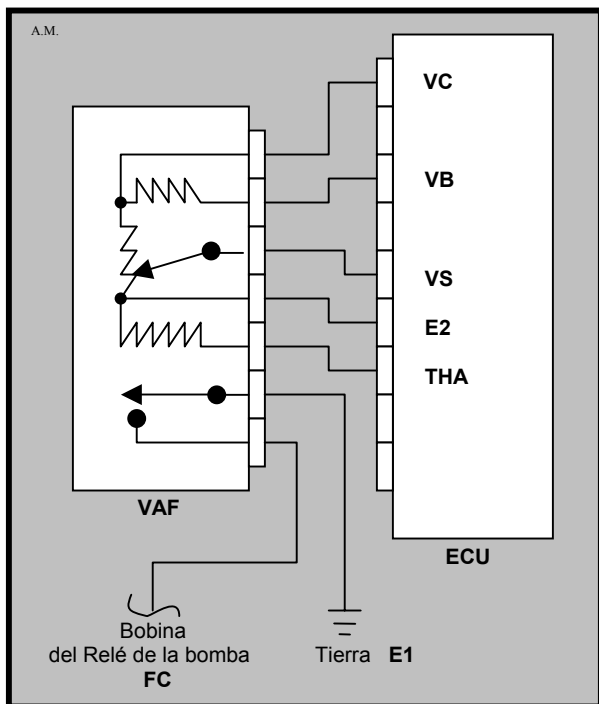

Figura 3.52
A continuación, se presenta un VAF (figura 3.52), utilizado en automóviles asiáticos, que mide el volumen y la temperatura del aire de admisión y a la vez, controla el funcionamiento de la bomba de combustible. Este VAF posee 7 conexiones, y como podrá notar en el diagrama (figura 3.52) esta séptima conexión surge del retorno del voltaje de alimentación (VB) hacia la ECU a través de la conexión VC, esto con la finalidad de completar el circuito interno de la ECU para la medición de la cantidad de aire que ingresa a la admisión.